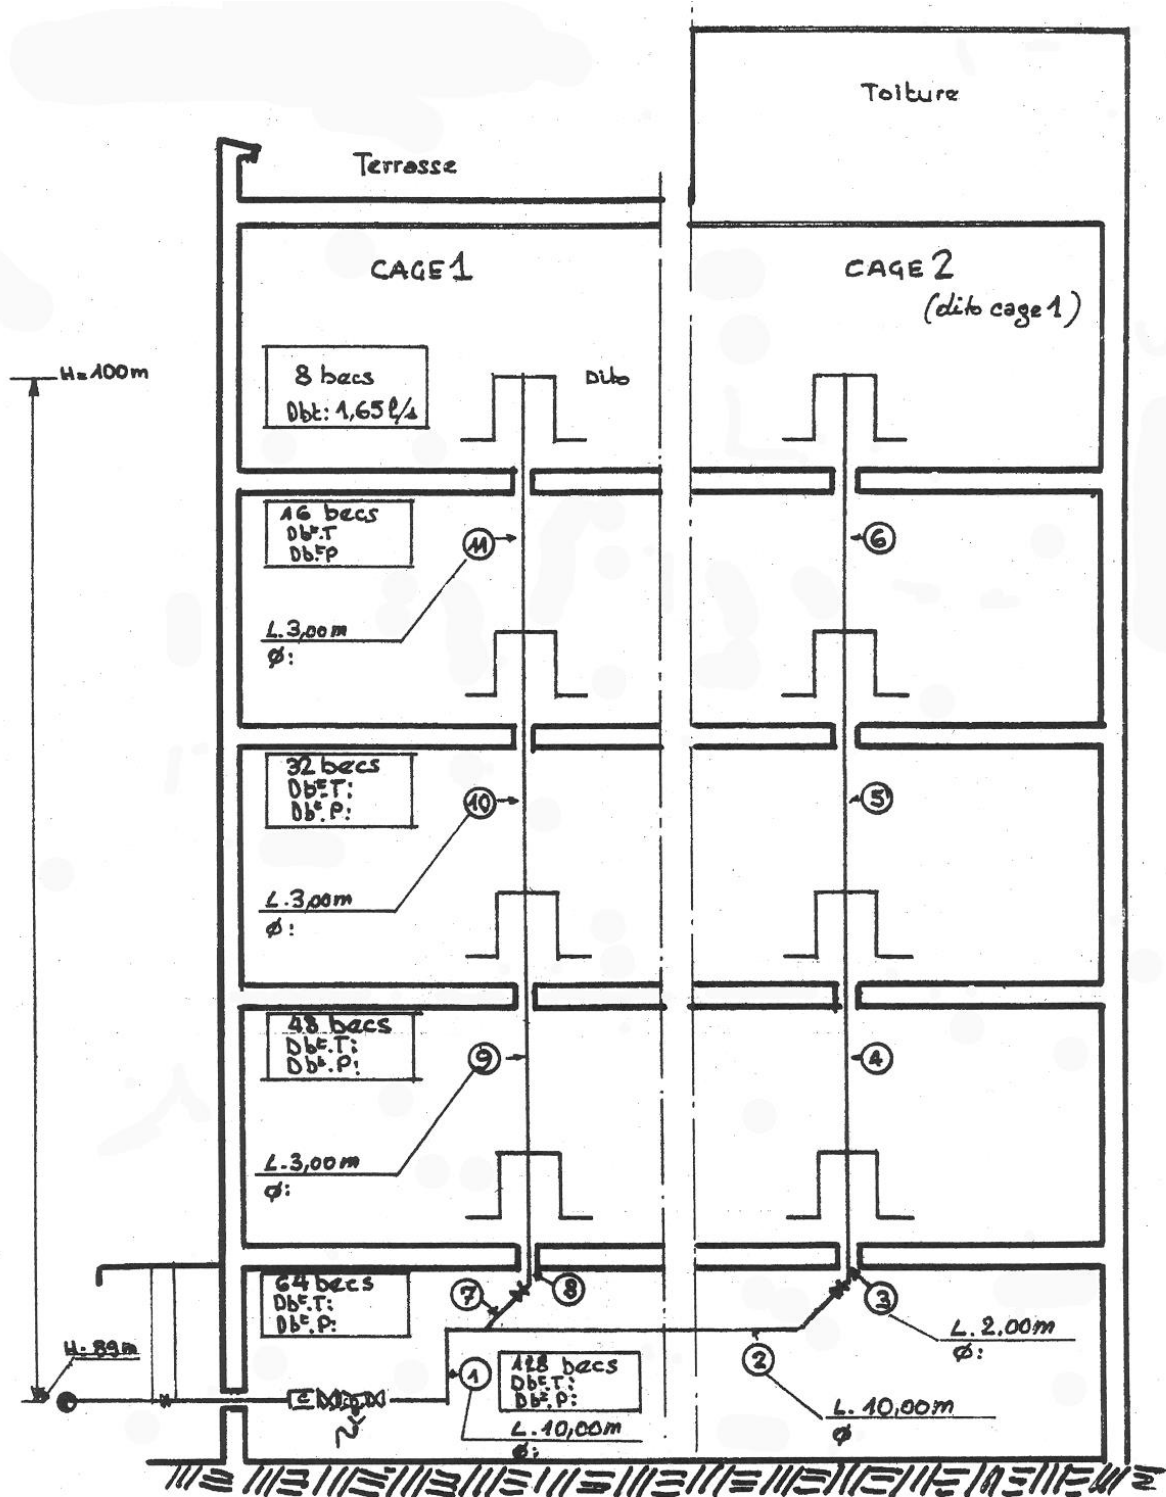

Figure 3 - Exemple de calculs - Etape 1
L'une des cages est surmontée d'une toiture terrasse non accessible, l'autre d'un toit en pente en tuile mécanique. (voir figure 3)
On y porte, sur chaque dérivation, la valeur du débit probable qu'elle aura à délivrer au « tronçon » aval (figure 3, page suivante).
- à ce débit probable, s'ajoute le débit probable des autres types de robinets, qui s'obtient en affectant d'un « coefficient de simultanété » minorant le débit global qui passe dans le tronçon correspondant (voir figure 3 ci-avant).